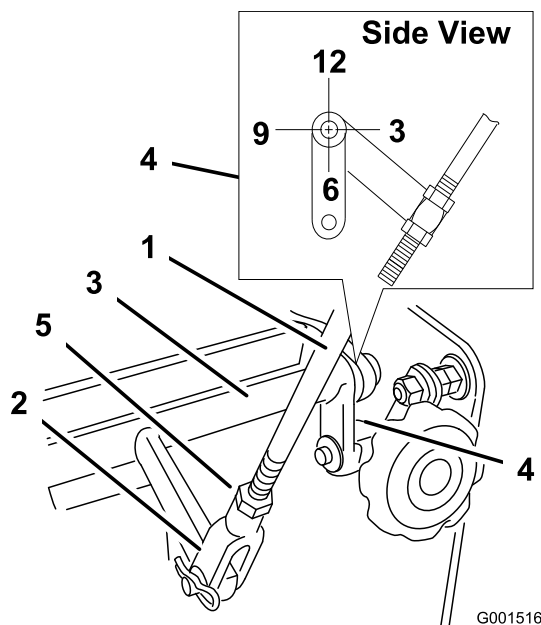

Figure 35
4. Vérifiez l'orientation des languettes aux extrémités de la manivelle de commande de vitesse. Ces languettes doivent être dirigées vers le bas, à la position 6 heures approximativement (Figure 35).
5. Ajustez la chape filetée au bas de la bielle de changement de vitesses jusqu'à ce que les languettes soient placées à la position 6 heures (Figure 35).